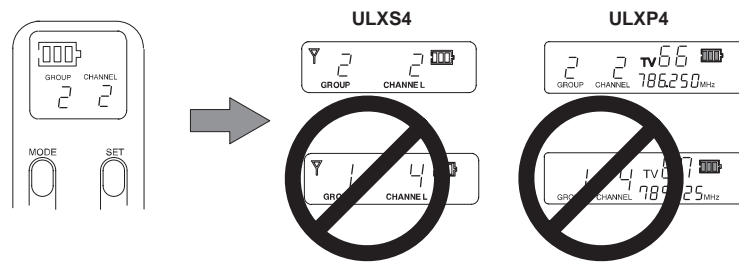

FIGURA 30
7. Asegúrese de que los ajustes de grupo y canal sean iguales a los ajustes de grupo y canal del receptor, tal como se ilustra en la Figura 30. Si está usando el transmisor Bodypack, colóquelo en el cinturón, pretina o tira de guitarra.